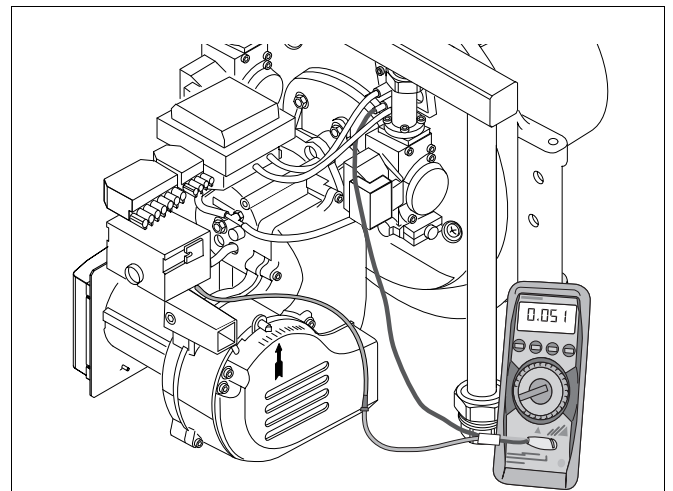

Abb. 31 Ionisationsstrom messen
- Messgerät zwischen Ionisationskabel und Ionisationselektrode in Reihe anschließen. Am Messgerät den μA -Gleichstrombereich wählen (Abb. 31).